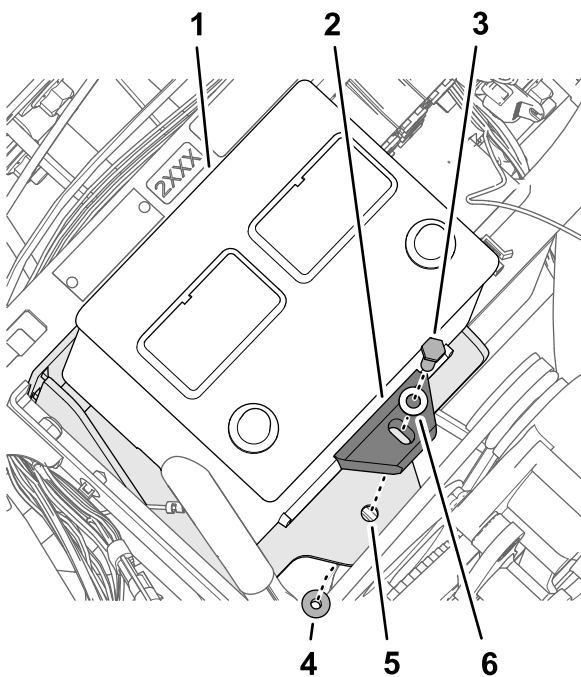

图177
5. 如 图 177 所示用螺栓 5/16 x 1 1/4 英寸、垫圈 5/16 英寸、电池固定装置和凸缘锁紧螺母 5/16 英寸将电池组装到电池支架上。